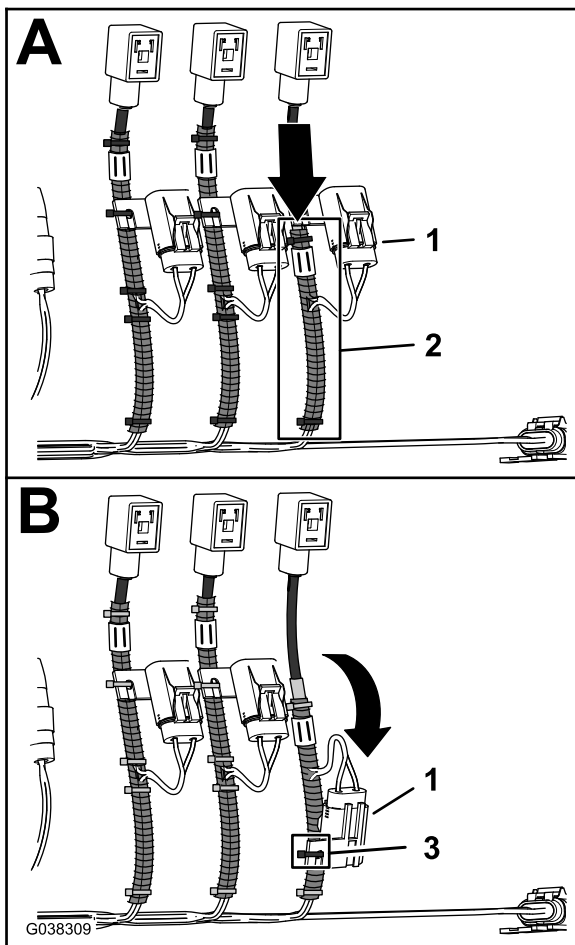

Bild 31
3. Positionieren Sie den Wellschlauch zum Hauptzweig des Kabelbaums, wie in Bild 31 abgebildet.
4. Fluchten Sie den internen Sicherungskasten mit dem Wellenschlauch aus, wie in Bild 31 abgebildet, und befestigen Sie den Sicherungskasten mit einem Kabelbinder am Schlauch.